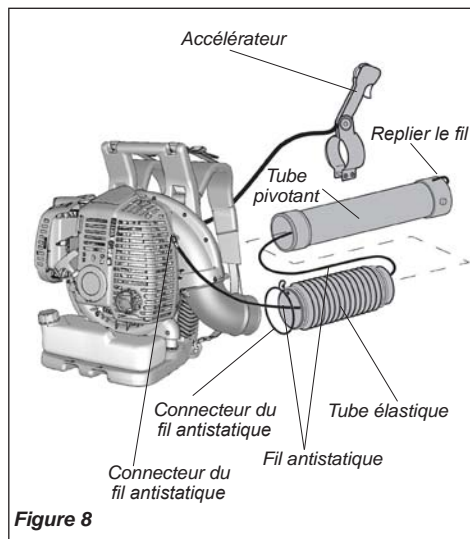

Figure 8
2. Retirer le fil antistatique de l'emballage et fixer le passe-câble sur la vis du couvercle de moteur droit. Voir Figure 8.
8. Replier l'extrémité du fil antistatique sur le raccord du tube pivotant. Voir Figure 8.